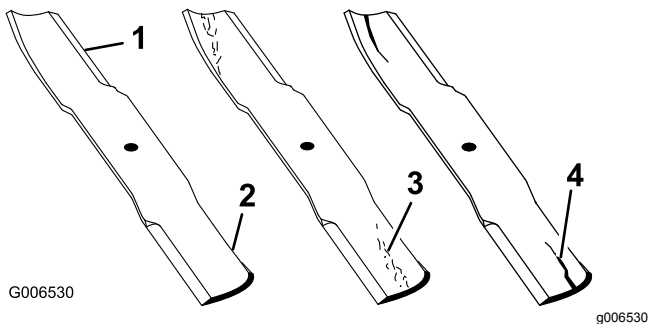

Figura 99
1. Inspeccione los filos de corte (Figura 99).
4. Si observa fisuras, desgaste o la formación de una ranura en esta zona, instale de inmediato una cuchilla nueva (Figura 99).